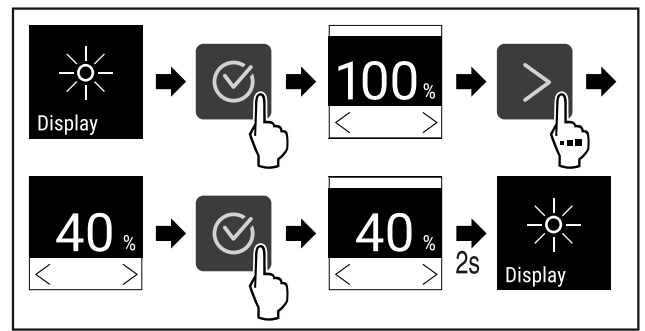

Fig. 101
- ▶ Suivre les étapes (voir Fig. 101).